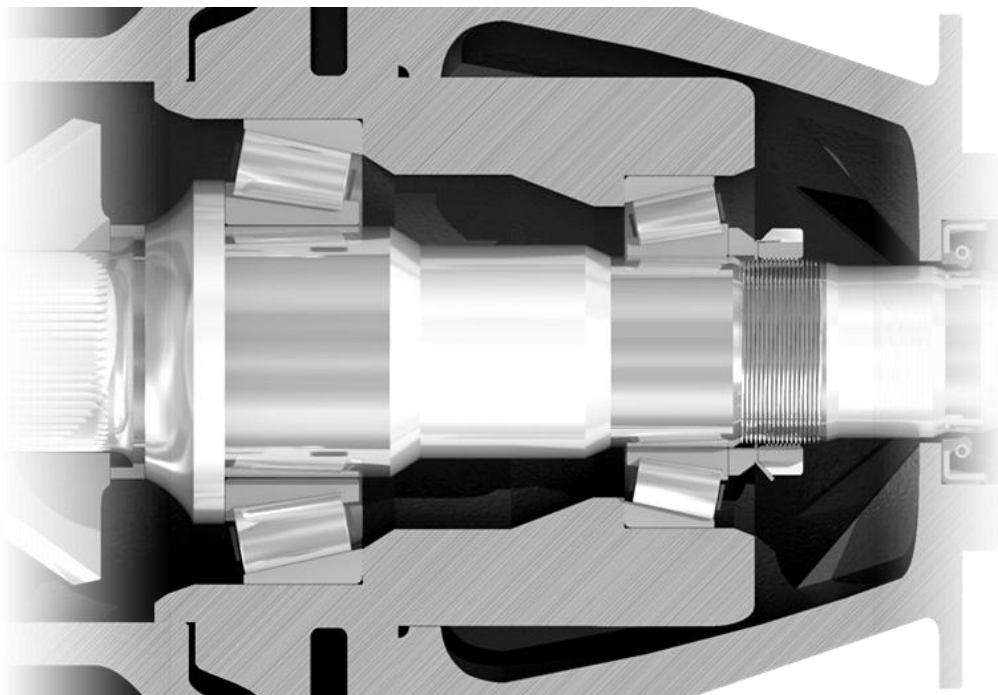

Abbildung 1.1 Lagerung einer Antriebswelle
c) Nennen Sie die zwei Hauptfunktionen der in **Abbildung 1.1** gezeigten Lagerung, und tragen Sie die entsprechenden WFP und LSS zusammenhängend in diese Abbildung ein.